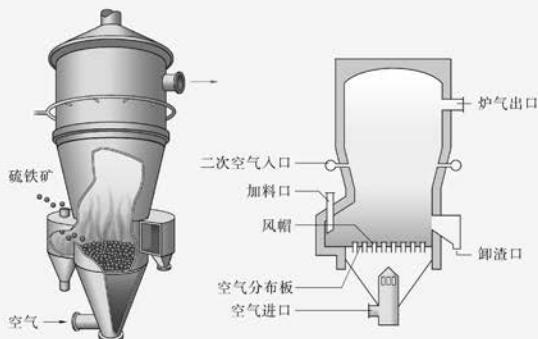
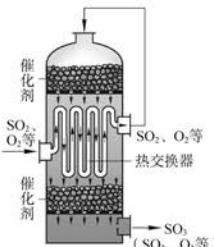

图6.12 在沸腾炉中煅烧硫铁矿的示意图
图6.13 二氧化硫在转化器中的多段催化氧化示意图
可用实物模型、动态模拟视频等代替图6.12和图6.13，提高学生的感知效果。
矿石粉燃烧的时候，从炉底通入强大的空气流，使矿粉流态化而形成沸腾状，在这种沸腾状况下矿石粉跟空气充分接触，燃烧迅速且充分，提高了原料的利用率，因此人们把这种设备叫做沸腾炉（图6.12）。
转化阶段是硫酸生产的核心，转化率高，则硫的利用率高，对环境的影响小。经过净化处理的混合气体主要含有二氧化硫、氧气和氮气。二氧化硫氧化成三氧化硫是一个可逆反应，这步反应是在转化器里进行的（图6.13）。反应时使用五氧化二钒作催化剂，在475℃时的化学反应速率比不用催化剂时提高了 $1.6 \times 10^8$ 倍。
2. 二氧化硫和空气进入转化器时（图 6.13），从转化器里的热交换器内管流过，再从塔顶进入催化剂层，而后从热交换器管外流出，进入下一层的催化剂，最后流出转化器，这样的设计有什么好处？
分析图 6.13 中气体的流向：进入转化器时，从转化器里的热交换器内管流过，再从转化器上端进入催化剂层，而后从热交换器管外流出，进入下一层的催化剂，最后流出转化器，理解这个过程中热量的充分利用的原理和工艺。